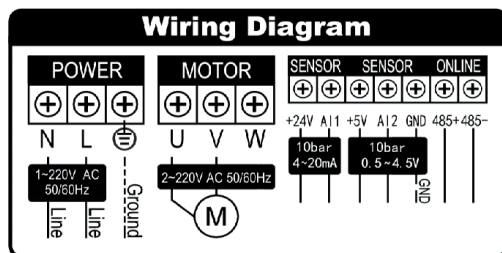

рисунок 1.1
3. Подключите кабель от блока управления к насосу согласно электрической схеме (рисунок 1.1). При подключении трёх-фазного насоса (рисунок 1.2) убедитесь в правильности направления вращения крыльчатки и соответственно ротора насоса. Если вращение происходит в обратном (неправильном) направлении, меняйте местами клеммы U→V, W→V или W→U до тех пор пока направление вращения не станет правильным.